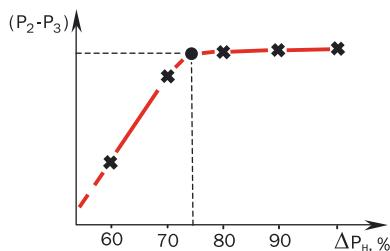

Рис. 7. Определение рабочей точки
5. Строят график, аналогичный данному на рис. 7, и определяют точку оптимизации на изломе кривой (обозначена жирной точкой).